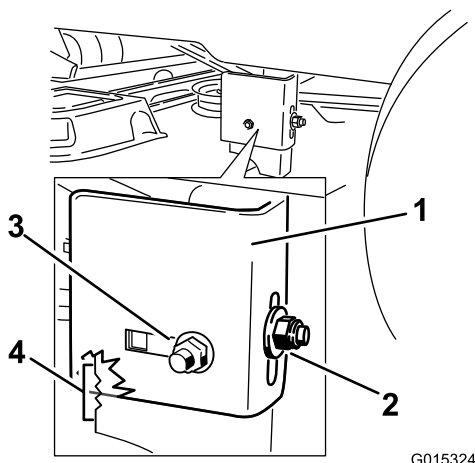
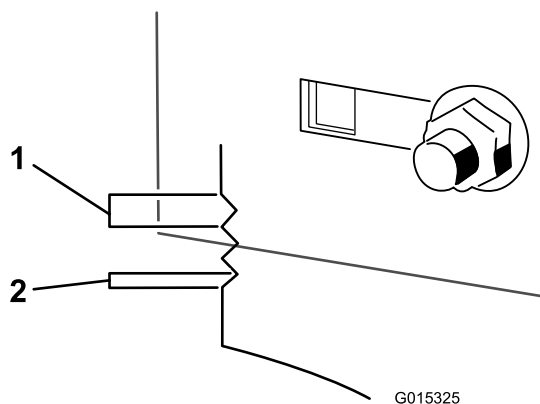

Figura 62
Figura 63
9. Solte a porca de bloqueio traseira no suporte de suspensão (Figura 62).
10. Solte a porca de bloqueio lateral no suporte de suspensão o suficiente para o suporte ser ajustado (Figura 62). Utilize os entalhes no suporte soldado para medir a quantidade de ajuste. Cada superfície de entalhe é equivalente a 0,25 polegadas, enquanto que um só lado tem 0,125 polegadas (Figura 63). Ajuste a altura da plataforma de corte para a altura desejada.
11. Pare a plataforma na posição ajustada e aperte a porca de bloqueio lateral no suporte de suspensão para manter a nova posição (Figura 62). Aperte a porca de bloqueio traseira ao suporte de suspensão.